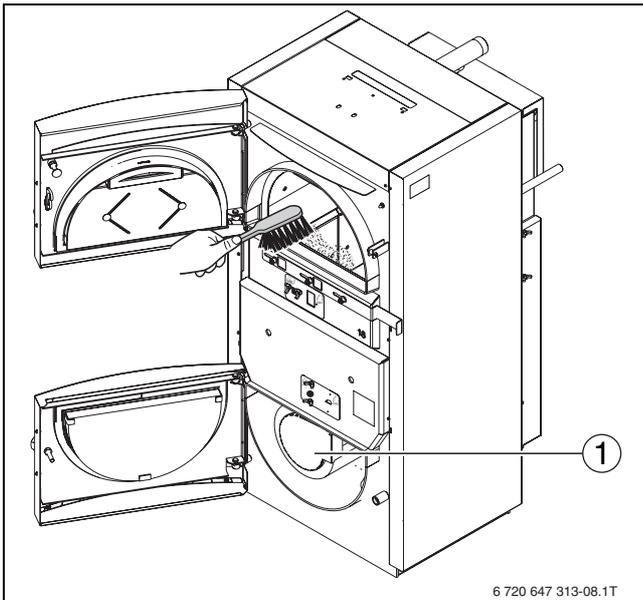

Fig. 40 Pulizia del vano di carico
- ▶ Rimuovere il coperchio della camera del bruciatore (→ fig. 40, [1]).